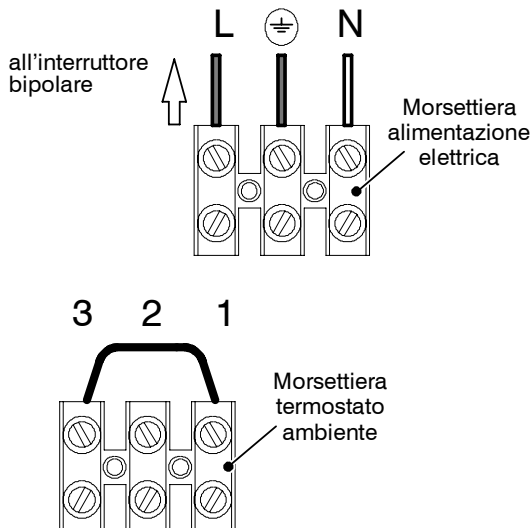

fig. 5.14
- 1 Collegare il cavo di alimentazione elettrica proveniente dall'interruttore onnipolare alla morsetteria di alimentazione elettrica della caldaia fig. 5.14 rispettando la corrispondenza della linea (filo marrone) e del neutro (filo azzurro).
Per il collegamento di un termostato ambiente servirsi della morsetteria termostato ambiente della caldaia fig. 5.14